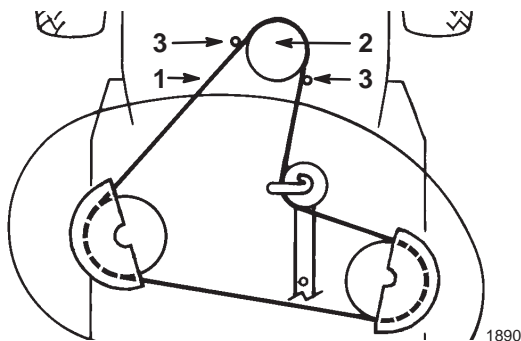

Figure 41
23. Déposez la courroie d'entraînement des lames de la poulie de moteur inférieure (Fig. 41).
8. Passez la courroie d'entraînement des lames sur la poulie motrice inférieure (Fig. 41).